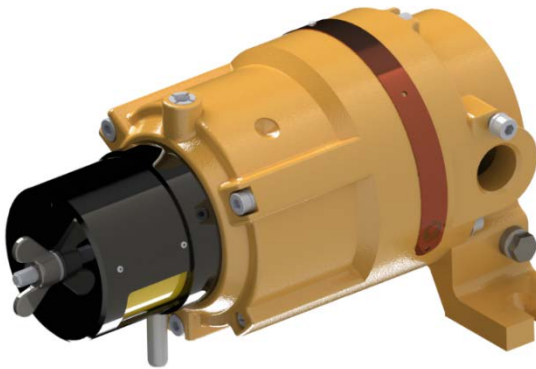
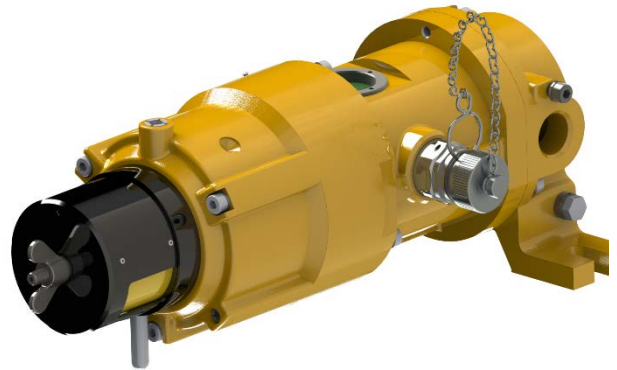

Рисунок 1– ИГМ-14 в корпусе типа 4
Рисунок 2– ИГМ-14 в корпусе типа 5
1.3.3 ИГМ-14 может быть исполнен в корпусе двух типов. Внешний вид корпусов представлены на Рисунок 1 и Рисунок 2.